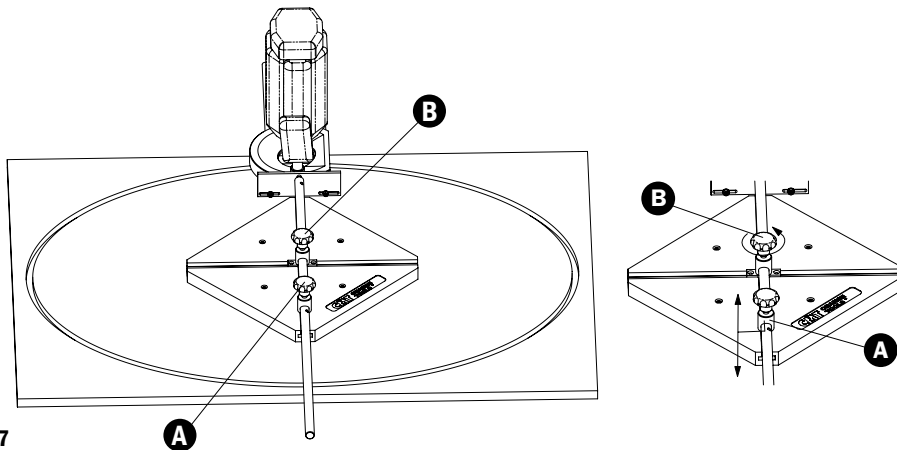

Fig. 7
(Fig. 7) We verdraaien nu onze bovenfreesmachine 90° (het kruisframe (1) mag zich niet verschuiven) Nu bevindt de schuifgeleider B zich in het midden van de plateau. (dit is de schuifgeleider die het korts bij de bovenfreesmachine staat). (fig 7) Nu kan je de kleinste straal instellen. (Opgelet dat je niet meer aan de reeds ingestelde schuifgeleider A gaat regelen)